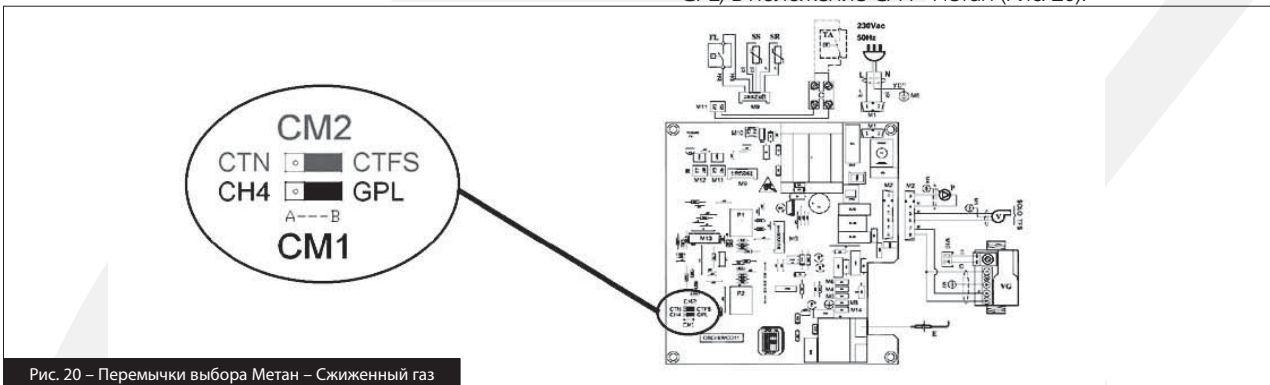
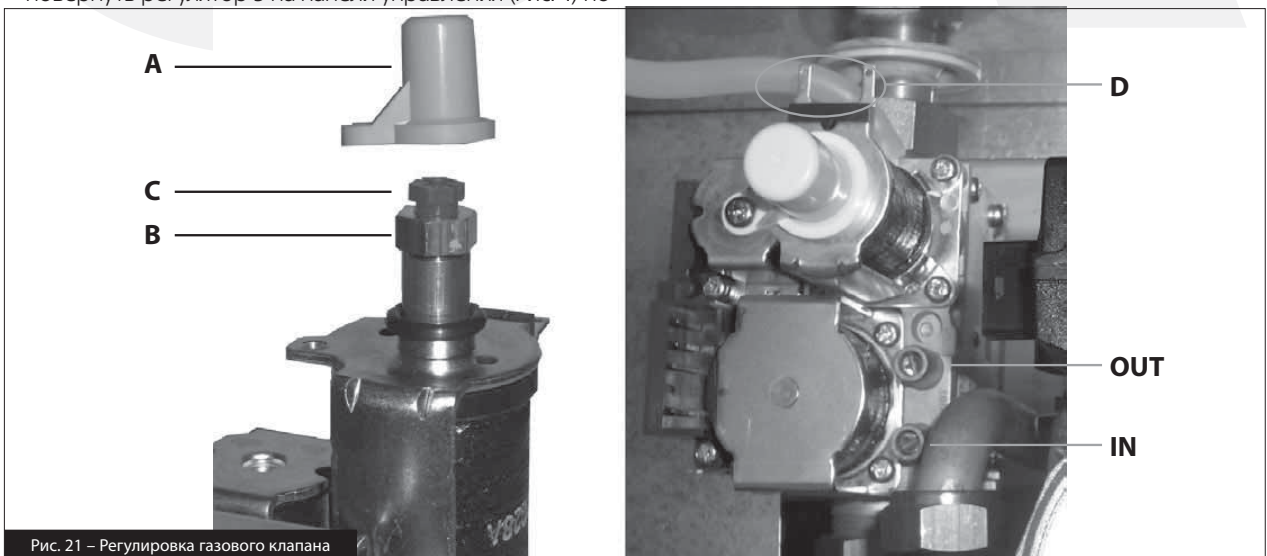

Рис. 20 – Переключатель выбора Метан – Сжиженный газ
Рис. 21 – Регулировка газового клапана
- на электронной плате переместить переключатель CM1 (CH4-GPL) в положение GPL - сжиженный газ (Рис. 20).
- на электронной плате переместить переключатель CM1 (CH4-GPL) в положение CH4 - метан (Рис. 20).
- снять пластмассовый колпачок А (Рис. 21), расположенный на бобине модулятора, который защищает регулировочные винты регулятора давления;
- подсоединить микроманометр к штуцеру IN (Рис. 21) для проверки давления на входе газового клапана или к штуцеру OUT (Рис. 20) для проверки давления на горелке;
- для **УВЕЛИЧЕНИЯ** давления на горелке вращать латунную гайку В (Рис. 21) **ПО ЧАСОВОЙ СТРЕЛКЕ** и для **УМЕНЬШЕНИЯ** давления вращать ее **ПРОТИВ ЧАСОВОЙ СТРЕЛКИ**
- снять разъем с обмотки регулятора D (Рис. 21);